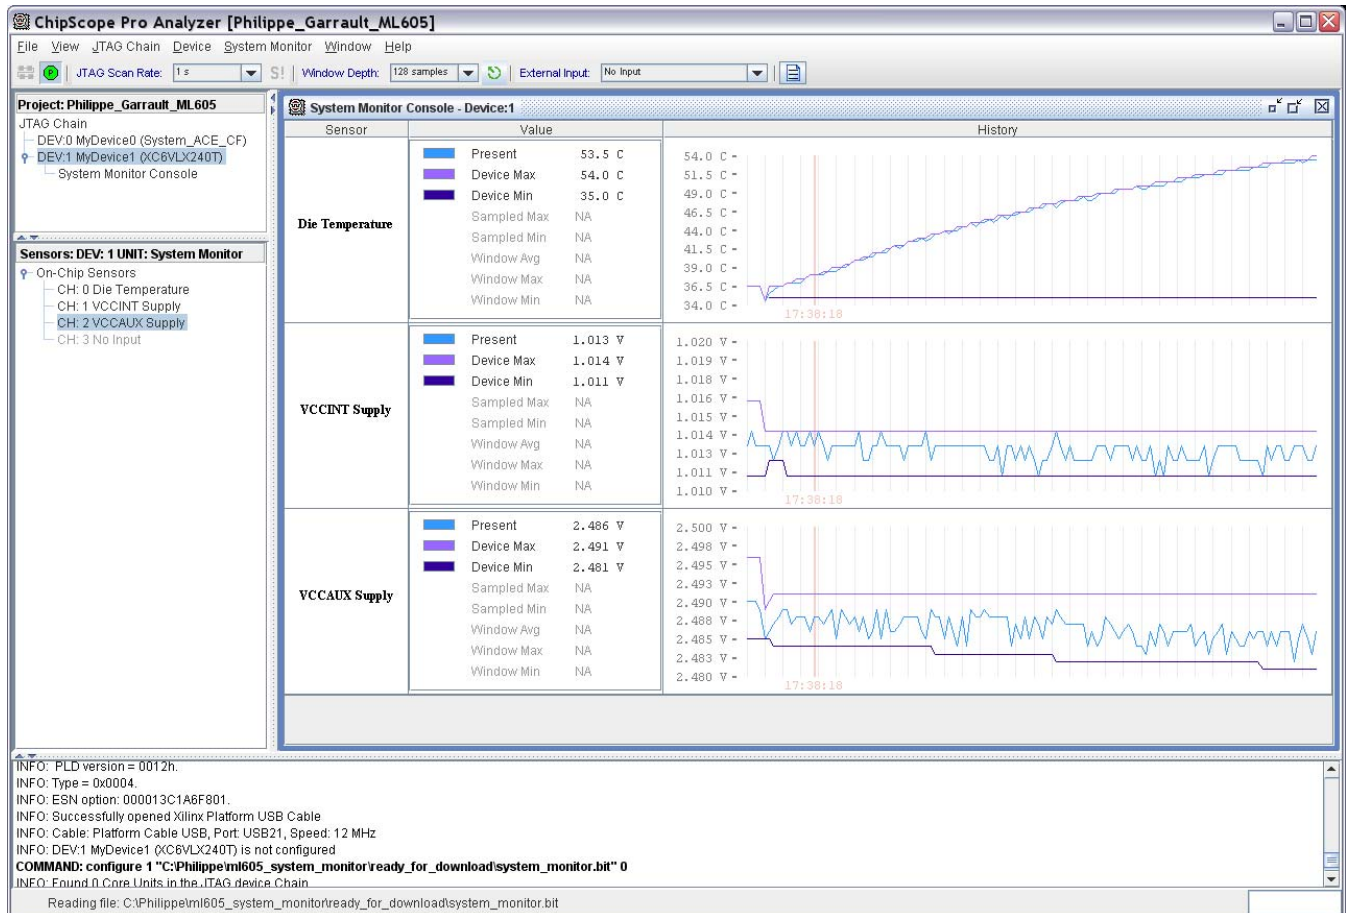

図 3-4 : ChipScope を使用した電圧およびジャンクション温度の監視
- オンボード モニタリング：最新のザイリンクス デバイス ファミリでは、内部センサーおよび最低 1 つのアナログ - デジタル変換器があり、供給電圧およびデバイスの温度を計測できます。ChipScope ユーティリティでは、リアルタイムの JTAG アクセスが提供されており、デバイスのコンフィギュレーションの実行前と実行後にさまざまな電源電圧やデバイスのジャンクション温度を計測できます (図 3-4 を参照)。また、システム モニターまたは XADC コンポーネントをコードにインスタンス化して、FPGA アプリケーションからこれらを計測することもできます。
- オンボード モニタリング：熱計測が可能で消費電力の計測と同じ方法が使用されます。コンフィギュレーションの実行前および実行後に ChipScope を使用 (図 3-4 を参照) するか、またはシステム モニター プリミティブをデザインに含めてデバイスのジャンクション温度を読み込みます。